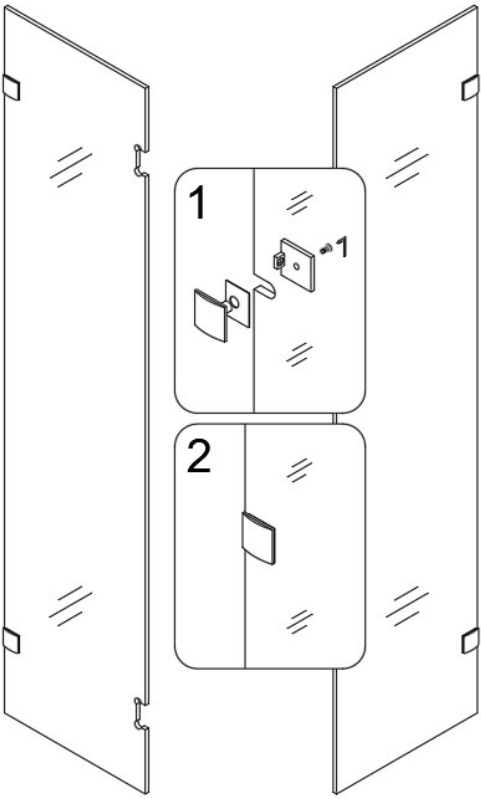

Рис. 1
Примечание: Части монтажного кронштейна с монтажными отверстиями должны быть обращены внутрь так, что, когда стеклянные панели в месте, крепежные болты видны только изнутри. Смотрите рис. 1 инструкции.
7. Повторите шаги 1, 2, 3, 4, 5, чтобы установить стационарное стекло 2 (03) и прикрепите второй опорный держатель к стеклу. Смотрите рис. 1, 2, 3, 4 и 5 инструкции.